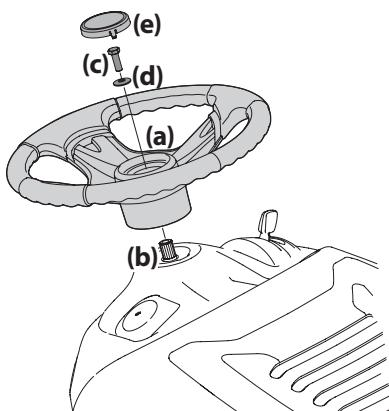

Figura 7
- Con las ruedas delanteras del tractor apuntando hacia adelante, alinee el volante (a) y colóquelo en el eje de la dirección (b). Vea la Figura 7.
- Asegure el volante (a) con el perno hexagonal (c) y arandela (d) desde debajo de la tapa del volante (e) y ajuste hasta 18-22 pies-libras (24-30 N·m). Vea la Figura 7.
- Coloque la tapa del volante (e) sobre el centro del volante (a) y empuje hacia abajo hasta que haga clic al calzar en su lugar. Vea la Figura 7.
NOTA: El perno hexagonal (c) que asegura el volante (a) tiene sellador de rosca; de modo que si se lo extrae, se recomienda reemplazar el perno hexagonal (c) o volver a aplicarle sellador de rosca. Vea la Figura 7.